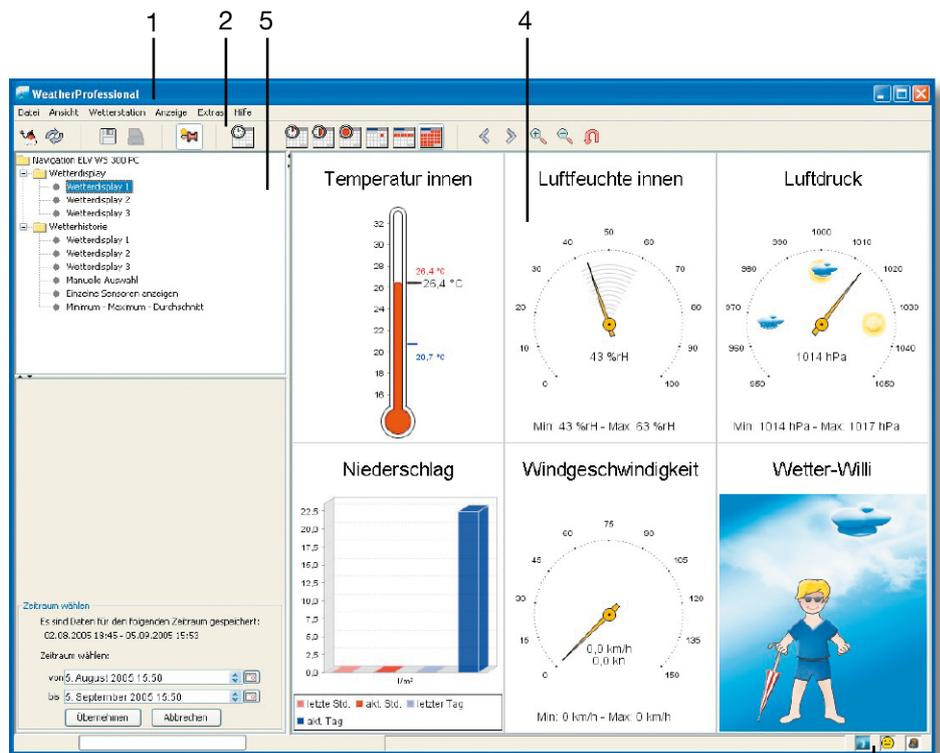

Bild 1: Hauptfenster der Bedien- und Auswertesoftware
Abbildung 1 zeigt das Hauptfenster der Bedien- und Auswertesoftware „WeatherProfessional“.
Das Hauptfenster der Bedien- und Auswertesoftware (Abbildung 1) besteht aus einer Menüleiste (1), einer Symbolleiste (2), einer Statusleiste (3), dem Anzeigefeld zur grafischen oder tabellarischen Darstellung der einzelnen Messgrößen (4) sowie einem Navigationsbereich (5).